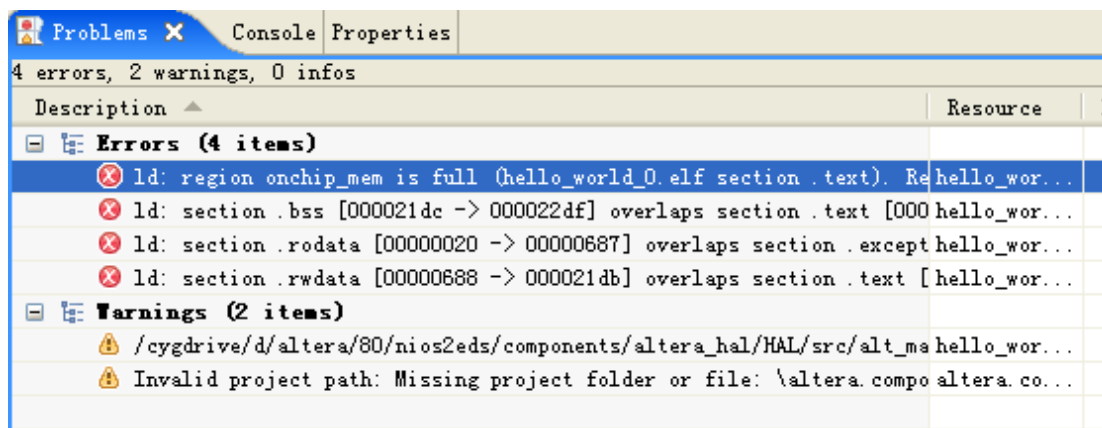

图 6-15 编译失败
18. Project->Build All, 很遗憾得到了一个内存已满的结果, 如图 6-15。